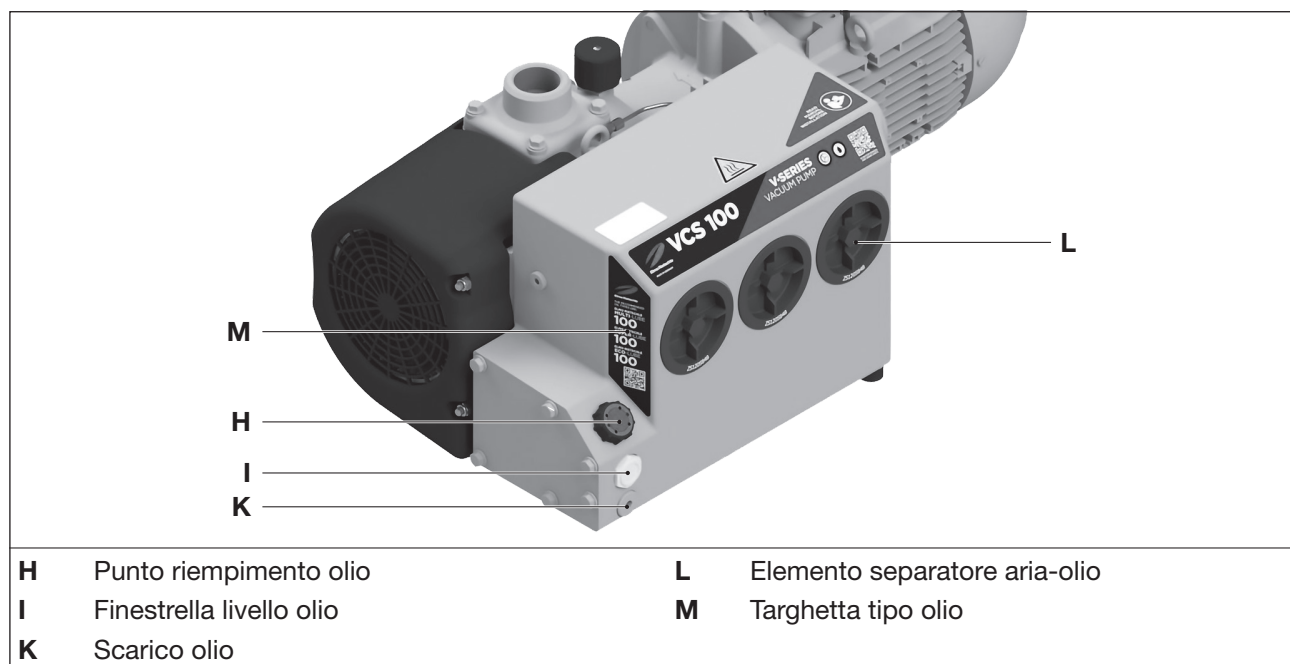

Fig. 7 Cambio olio ed eliminazione olio
Come mezzo di esercizio consigliamo l'uso dei seguenti oli Elmo Rietschle, vedi anche targa olio consigliati (Fig. 7/M) e Tab. 3 a pagina 32:
- b) Aprire il tappo del bocchettone di riempimento dell'olio (Fig. 7/H) e riempire l'olio fino al bordo superiore della finestrella livello olio (Fig. 7/I).
- b) Aprire la vite di sfiato (Fig. 7/H) e il punto di scarico dell'olio (Fig. 7/K) e scaricare completamente l'olio esausto.
- c) Chiudere il bocchettone di scarico dell'olio (Fig. 7/K) e riempire di olio nuovo attraverso il bocchettone di riempimento dell'olio (Fig. 7/H).
- d) Controllare il livello dell'olio attraverso le finestrelle di ispezione (Fig. 7/I).
- Svitare gli elementi separatori aria-olio (Fig. 7/L) in senso antiorario con una chiave ad anello (dimensione della chiave 19 mm).